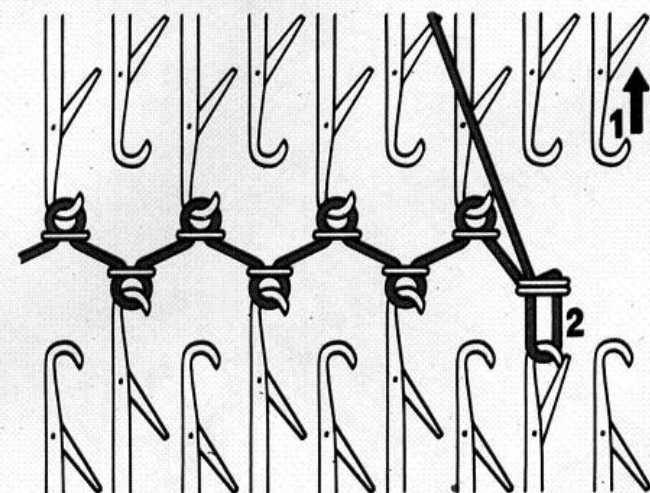

Fig. 50
- Reculer l'aiguille (2) en B pour former une maille. Plus l'aiguille sera repoussée en B, plus la maille sera grande, plus l'arrêt sera souple (fig. 50).